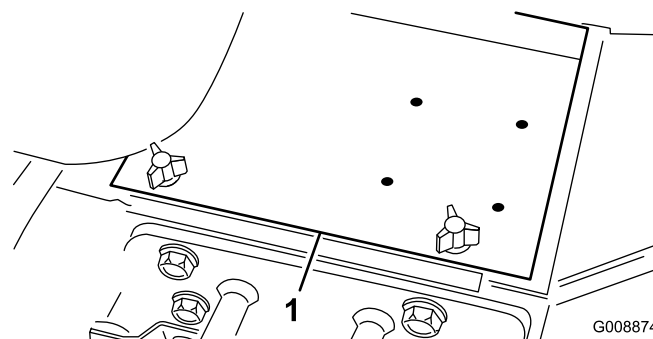

Figure 4
3. Enlevez le couvercle de la batterie (Figure 4).